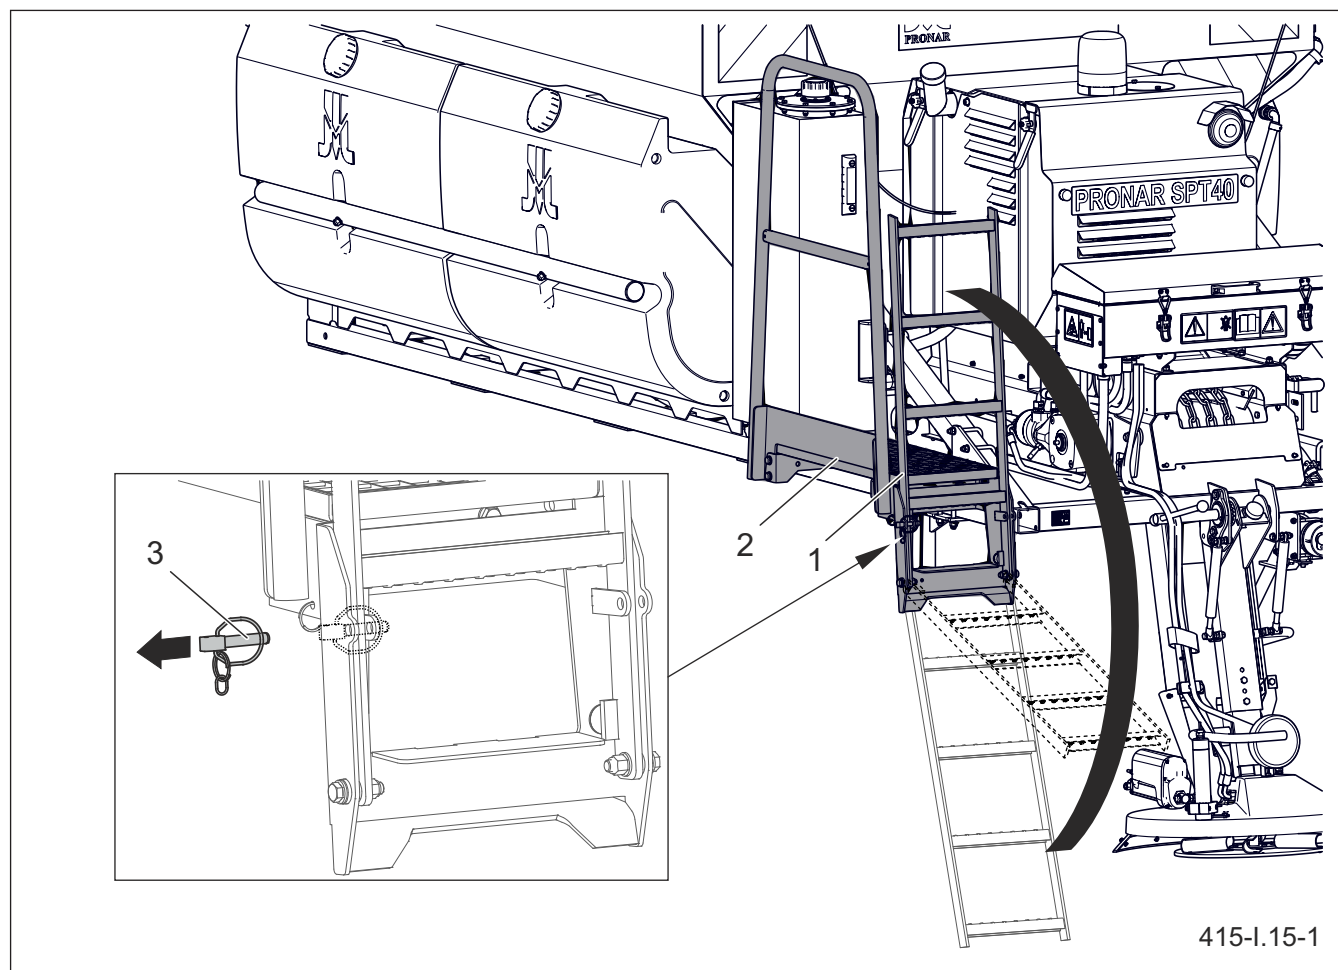

Рисунок 5.15 Лестница и площадка
Раскрытие и закрытие тента можно облегчить, войдя на площадку (РИСУНОК 5.15) по лестнице (1).
Чтобы опустить лестницу (РИСУНОК 5.15), нужно: